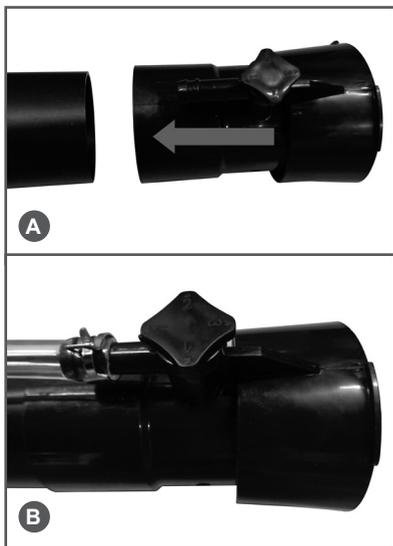

Рис. 7 Установка сопла и шланга
5. Установите сопло распылителя (Рис.7А).
6. Установите шланг напорного сопла и закрепите его хомутами на штуцерах сопла и запорного крана (Рис. 7В).